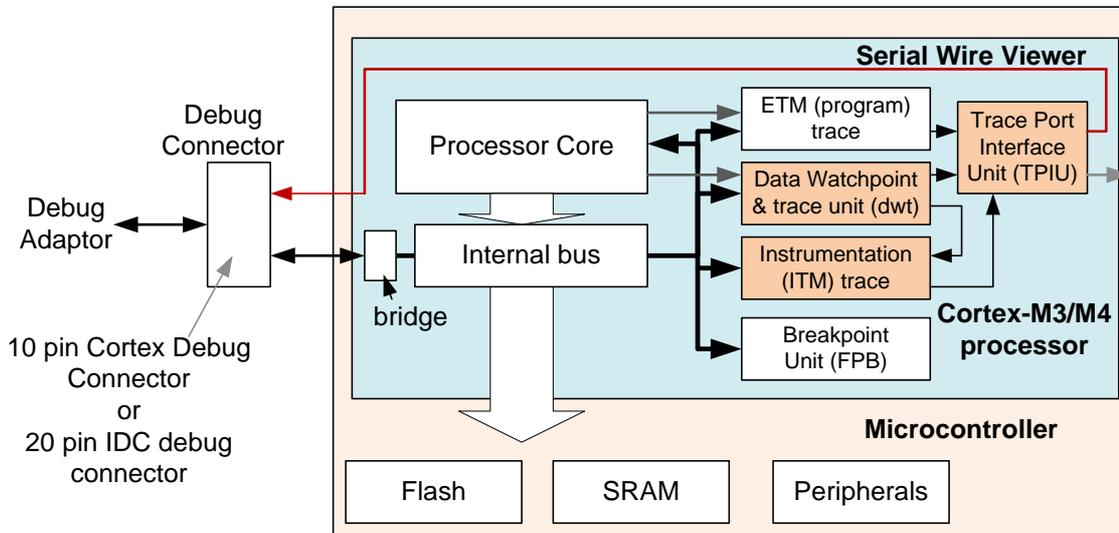

图 12: Serial wire viewer 提供了低成本, 少引脚的跟踪方案
- 串行监视器（SWV）– 单引脚跟踪接口，可以选择性的支持数据跟踪，事件跟踪，性能分析和测量跟踪。（图 12）